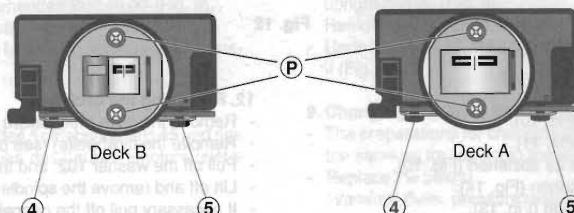

Fig. 16
- 2 Schrauben **P** herausdrehen und den Tonkopf herausnehmen (Fig. 16).
- Die Kopfschrauben **④** und **⑤** dienen der Kopfspaltsenkrechtkstellung (Azimut) und dürfen nicht festgedreht werden.
- Undo 2 screws **P** and remove the sound head (Fig. 16).
- The head screws **④** and **⑤** are provided for adjusting the head gap (azimuth) and must not be tightened completely.